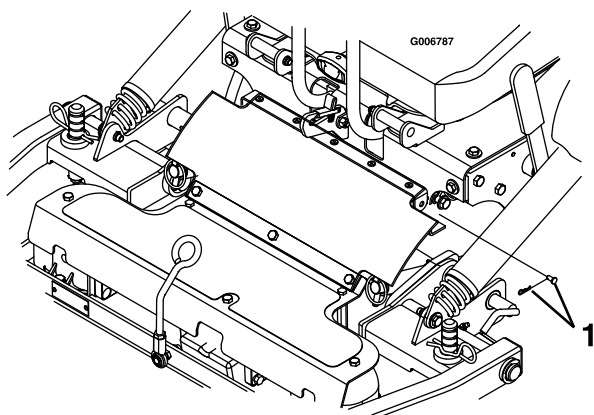

Figure 69
7. Retirez la goupille fendue et l'axe de chape des deux côtés de la protection de PDF (Figure 69).
6. Alignez la partie supérieure de la protection de PDF en caoutchouc et les pattes à l'avant de la console, et fixez-la en position de chaque côté avec un axe de chape et une goupille fendue (Figure 69).